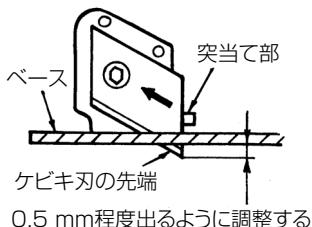

図 20
- (1) ケビキ刃止めねじを、ケビキ刃の穴を通して、ケビキ刃ホルダの長穴にさし込みます。
- (2) ケビキ刃ホルダより突き出たケビキ刃止めねじの先にナットを取付け、ケビキ刃止めねじを軽く締めます。
- (3) ケビキ刃の先端をケビキ刃ホルダの突当て部に突当てた後、ケビキ刃の刃先が、ベース下面より 0.5 mm 程度出るようにケビキ刃を、図 20 の方向に移動させて、調整します。